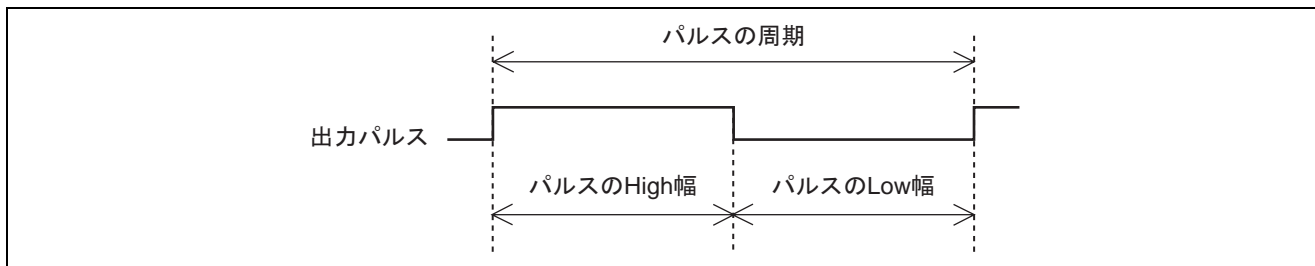

図1 TPU カスケード接続による長周期パルス出力例
- 2チャンネルの16ビットカウンタを接続して32ビットカウンタ動作を行い、図1に示すようなパルスのHigh幅を変化させデューティ変化できる長周期パルスを出力します。